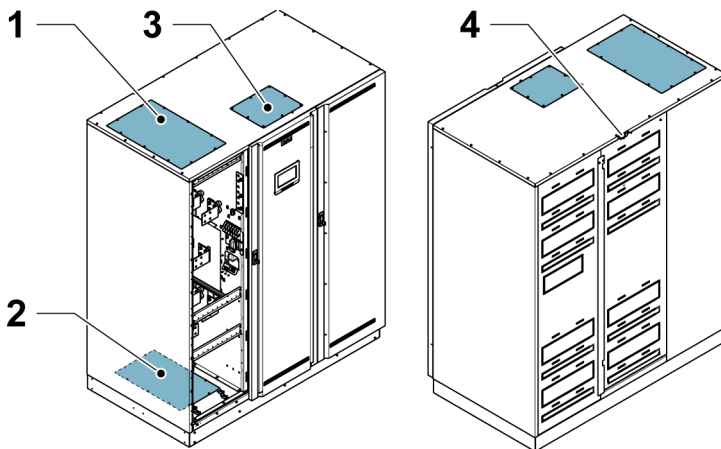

Figure 15. Emplacement de plaque de presse-étoupe
3. Pour installer le câblage de commande, utilisez le conduit de câble de communication ou acheminez les fils via la plaque de presse-étoupe d'accès de câble de communication. Voir figure 15.